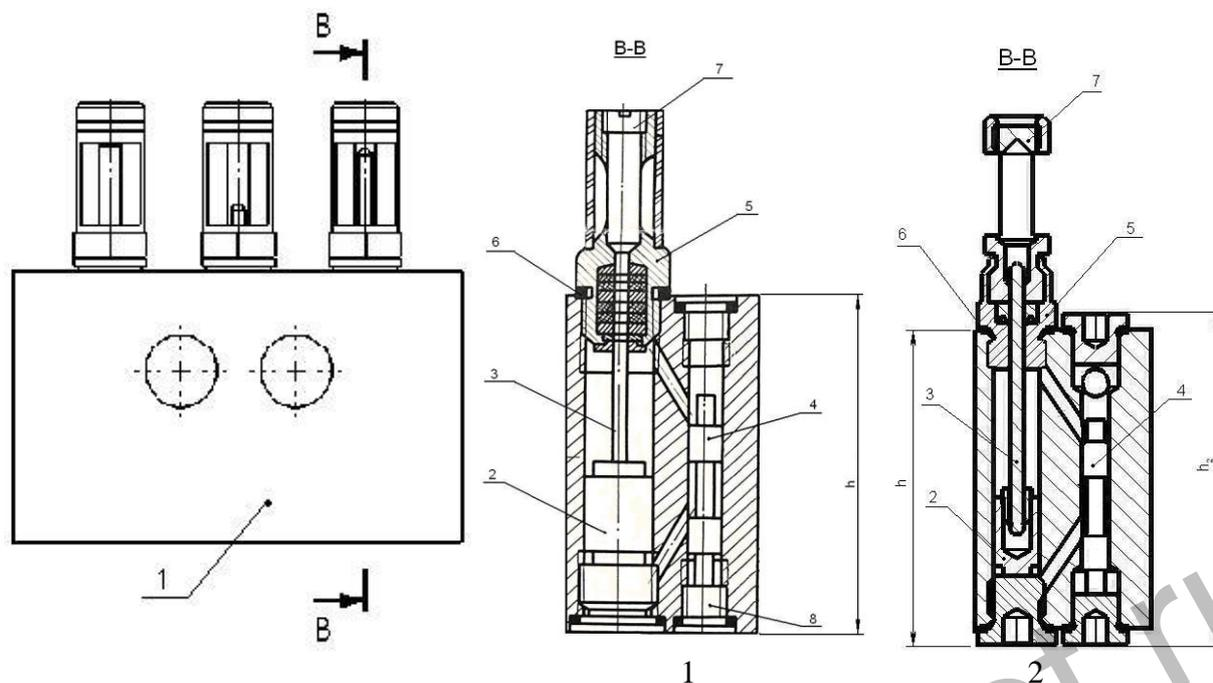

Рис. 3
4.1. Питатель (рис.3) состоит из корпуса 1, поршней 2, шарнирно связанных со штоком 3, распределительных золотников 4, ограничителей 5 с уплотнителем 6, и винтов 7.
4.4. Винтом 7 (см.рис.3) можно изменить ход поршня, а соответственно регулировать в определенных пределах объем подаваемой смазки.